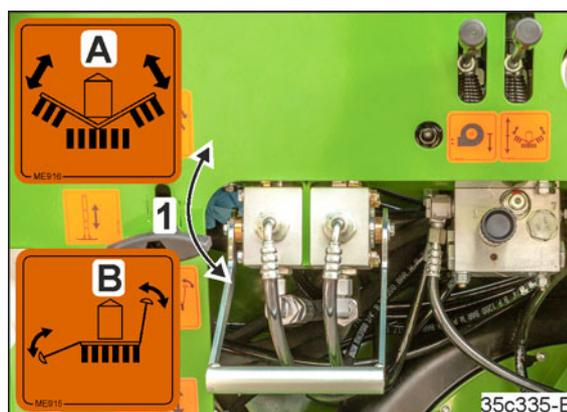

Рис. 228
- Переместите рычаг клапана (Рис. 228/1) в положение В и оставьте его в этом положении на время работы.